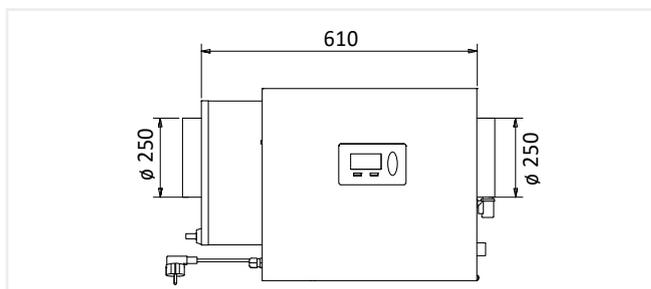

Abbildung 23: HUMO XC2 mit Wasserheizregister / Lufteintritt links
- **HUMO XC2 LW:** Lufteintritt inks – mit Wasserheizregister (Abbildung 23 auf Seite 56)